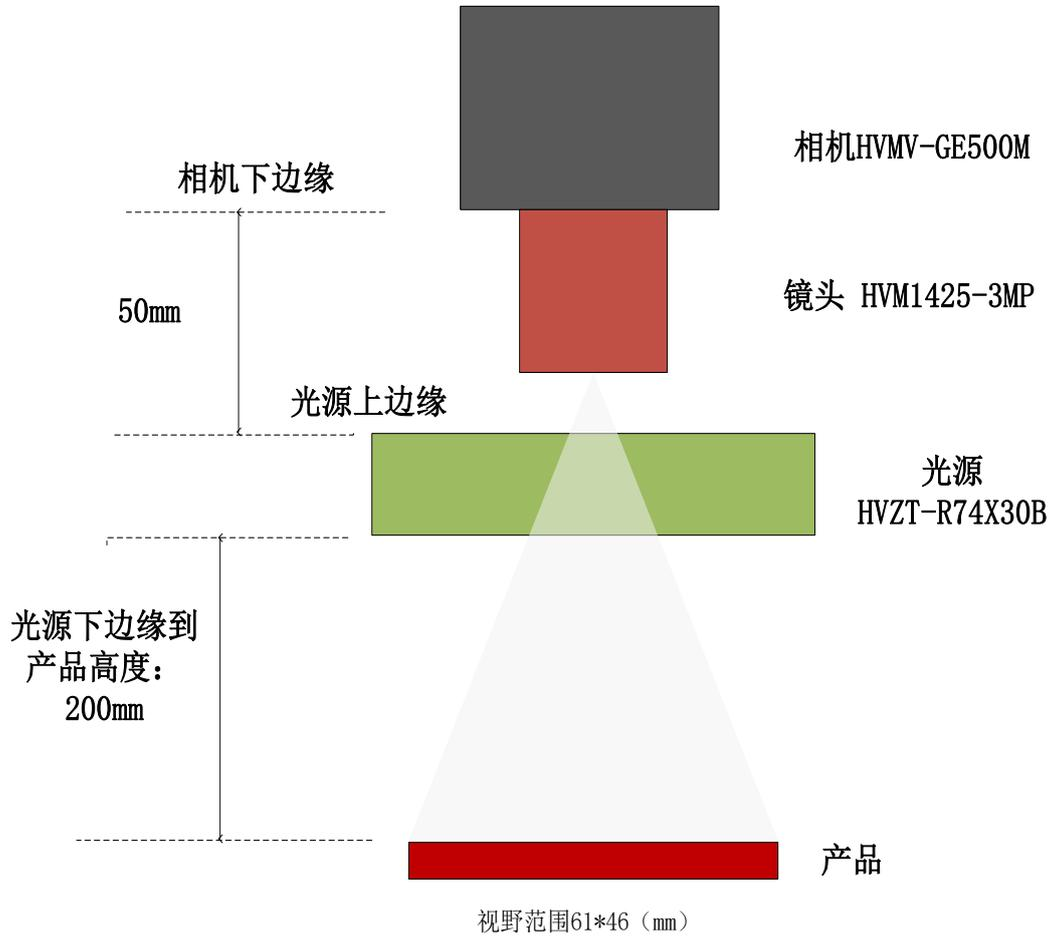

图 2 安装高度示意图
(1) 采用模板跟随功能，始终找到滚珠孔的准确位置，如图 2。